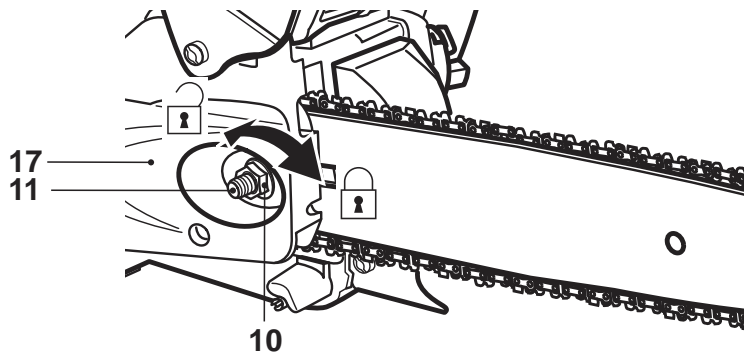

Fig. 7
12. Fixez le couvercle avec l'écrou de blocage (10) (Fig. 7).